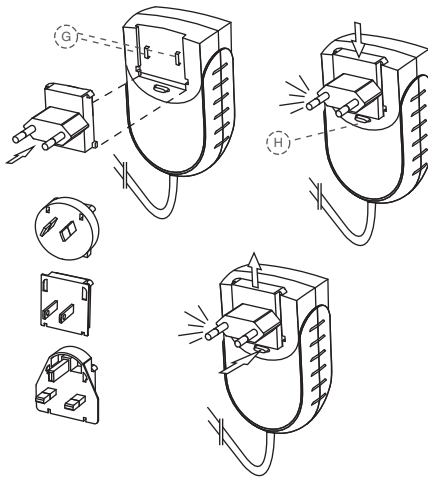

Fig. 4 Încărcător de rețea și adaptor
1. Alegeți adaptorul de ștecăr potrivit pentru alimentarea dvs. electrică (vezi fig. 4).
2. Puneți adaptorul de ștecăr corespunzător pe cele două contacte (fig. 4, G) ale încărcătorului de rețea și apăsați în sensul tastei de blocare (fig. 4, H) până ce se închidează. Pentru schimbarea adaptorului, trebuie să apăsați tasta de blocare.